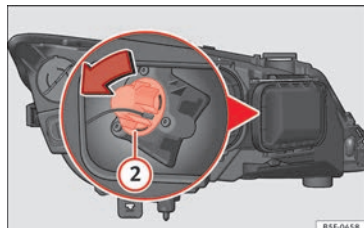

Fig. 107 Lampadina dell'indicatore di direzione.
- Ruotare il portalamпада » **fig. 107** ② verso sinistra e tirare.